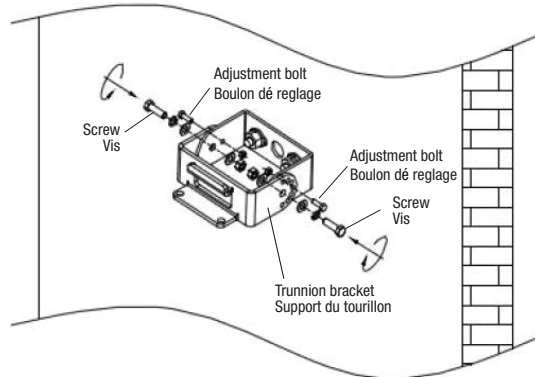

Fig. 4B
3. Installer le support du tourillon sur le tourillon en utilisant les deux vis comme montré sur la (Fig. 4B).
4. Ajuster l'orientation du support du tourillon en utilisant le boulon de réglage (Fig. 4B).